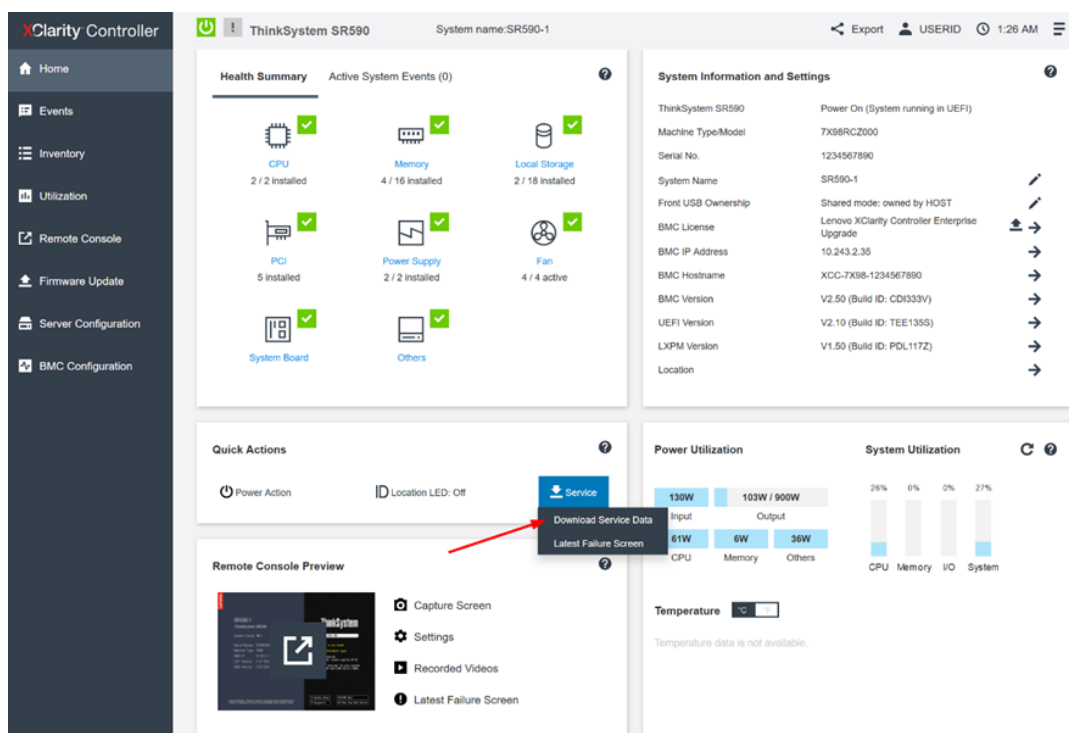

图 1: XClarity Controller 主页
2. 在主页上查找 Quick Actions，如图 1 所示；